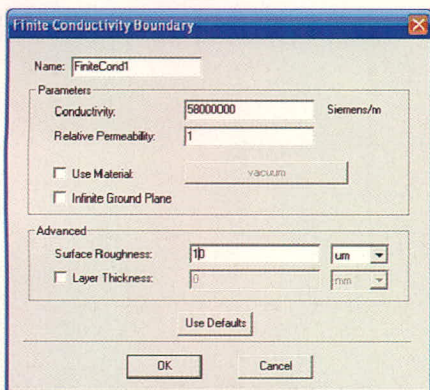

Рис. 1. Окно Finite Conductivity Boundary
- задание проводимости металла (окно *Finite Conductivity Boundary*, см. рис. 1);